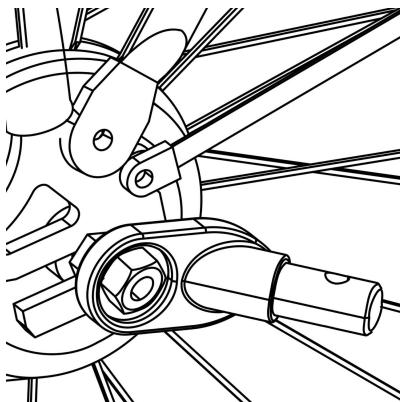

Figure 12
**2. Axe écroué :** dévissez l'écrou avec la rondelle du côté gauche de l'essieu arrière du vélo. Installez l'attelage sur l'essieu et revissez l'écrou avec la rondelle ( Figure 12 ).